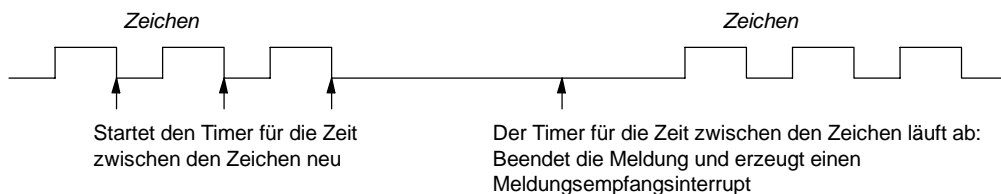

Bild 6-12 Beenden der Operation Meldung in Zwischenspeicher empfangen mit dem Timer für die Zeit zwischen den Zeichen
2. **Timer für die Zeit zwischen den Zeichen:** Die Zeit zwischen den Zeichen ist die Zeit vom Ende eines Zeichens (dem Stoppbit) bis zum Ende des nächsten Zeichens (dem Stoppbit). Überschreitet die Zeit zwischen den Zeichen (einschließlich dem zweiten Zeichen) die Anzahl der Millisekunden, die in SMW92 oder SMW192 angegeben ist, dann wird die Funktion zum Meldungsempfang beendet. Der Timer für die Zeit zwischen den Zeichen wird bei jedem empfangenen Zeichen neu gestartet (siehe Bild 6-12).